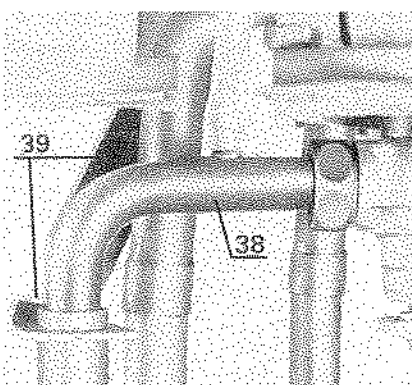

Fig.13
**Important :** La soupape de sécurité montée sous le robinet de retour du chauffage protège l'installation contre toute suppression. Elle doit obligatoirement être raccordée à une canalisation de vidange d'un diamètre de 18 x 20 mm. A cet effet, il est livré une douille de jonction Ø 12 x 14 et une patte de positionnement (38) (fig. 13) de la canalisation de vidange. Cette douille de jonction ne doit en aucun cas être soudée à la canalisation de vidange. L'orifice d'écoulement doit être laissé à l'air libre.